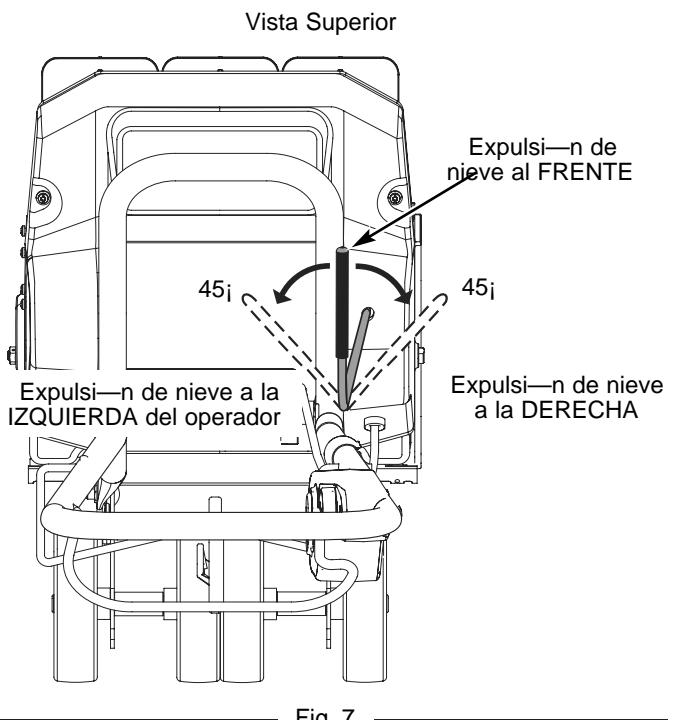

Fig. 7
2. Oprima el interruptor de sobrecarga para reajustarlo y volver a iniciar la operaci—n (Fig. 7).